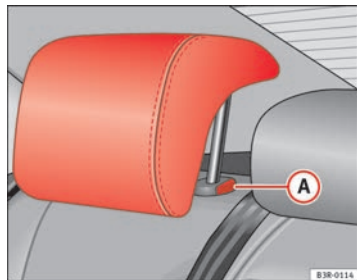

Fig. 5 Sedili posteriori esterni: Poggiatesta
- Premere il pulsante **(A)** ⇒ fig. 5 e abbassare il poggiatesta.
- Premere il tasto **(A)** ⇒ fig. 5) ed estrarre contemporaneamente il poggiatesta.